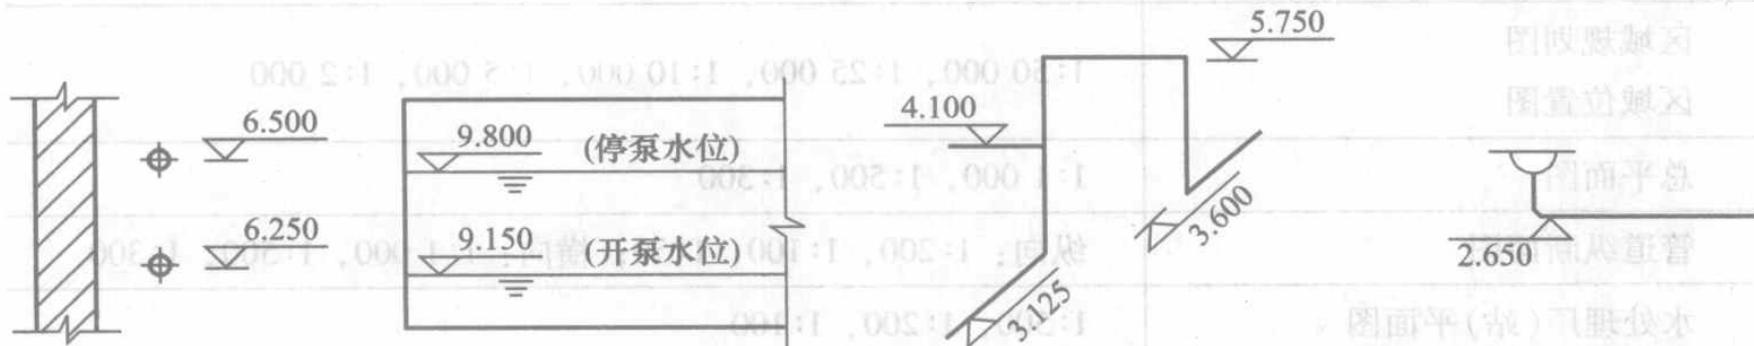

图 1-3 剖面图中管道及水位标高标注法
3) 剖面图中, 管道及水位的标高应按如图 1-3 所示的方式标注。